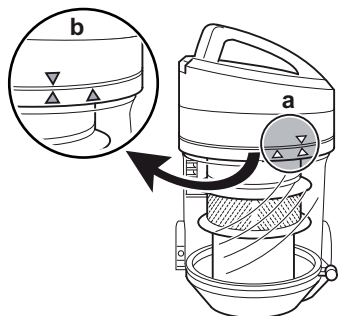

Abb. 25
6. Setzen Sie die Zykloneneinheit wieder auf den Staubbehälter, so dass die Aufsetzmarkierungen wie abgebildet übereinanderstehen (Abb. 25/a).
7. Verbinden Sie beide Teile durch Drehen im Uhrzeigersinn (Abb. 25/Pfeil). Die Markierung wandert wie abgebildet (Abb. 25/a→b).